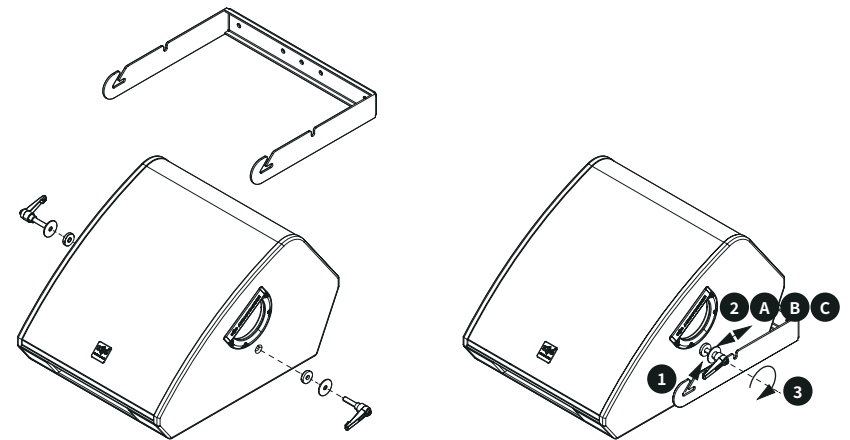

Abbildung 5. Montage der **SMX 12UB** U-Halterung am SMX 12 Monitor. Beachten Sie die drei Montagepositionen für unterschiedliche Anwendungen.
- Schieben Sie die U-Halterung nach vorne, bis sich der Klemmhebel an Position B des Arms der U-Halterung befindet (siehe Abbildung 5). Ziehen Sie die Klemmhebel vorsichtig fest.